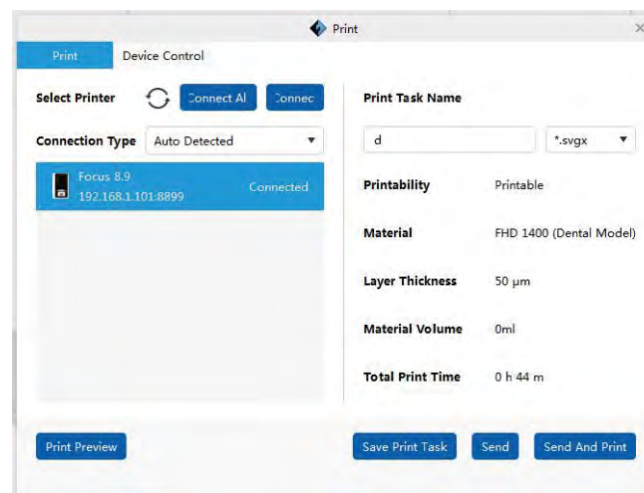

図43 接続に成功した場合のインターフェース図
d.[Connect]をクリックすると、図43のように接続モードの下に接続された機器とITSのIPアドレスが表示され、製品が正常に接続されたことが示されます。